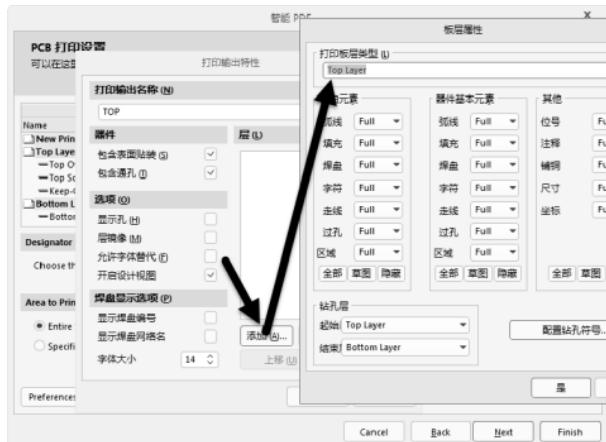

图 11-35 输出的层属性添加
(2) 双击输出栏目条，对输出属性进行设置，单击“添加”“删除”等按钮进行相关输出层的添加、删除等操作，如图 11-35 所示。同样，底层勾选“Mirror”选项。每一个栏目条对应一层即可，不需要添加其他东西。